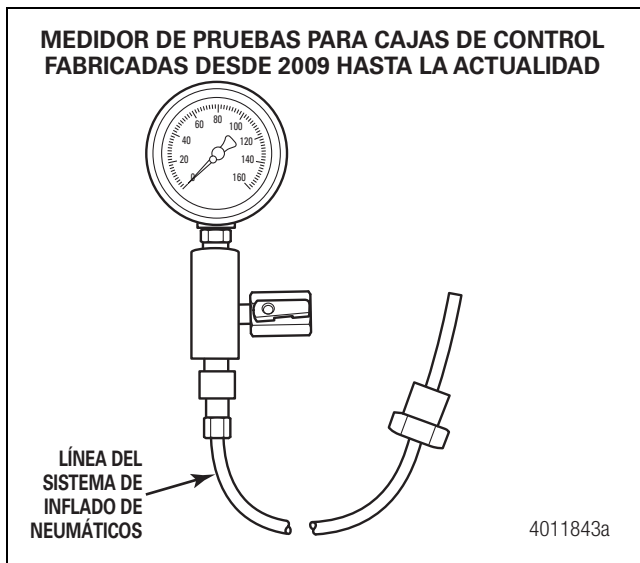
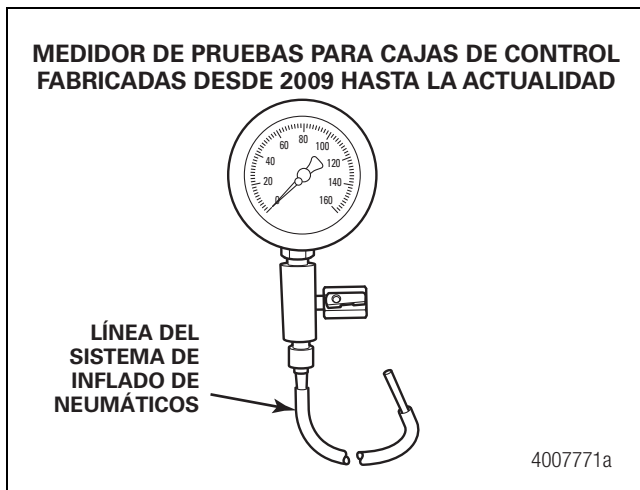

Figura 3.11
Figura 3.12
1. Obtenga un conjunto de medición, que consta de un medidor de prueba, un adaptador o tubo para conectarlo a la caja de control y una válvula para aliviar presión. Se recomienda usar un medidor de alta calidad para este proceso. Figura 3.11 y Figura 3.12.